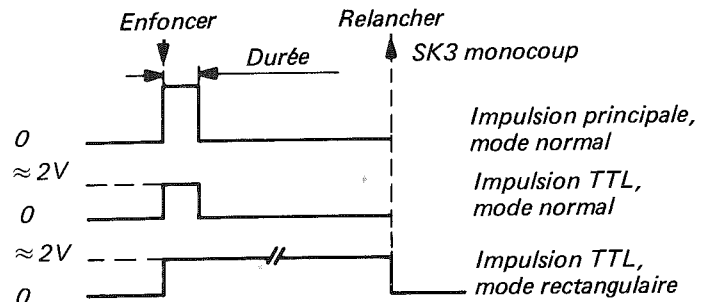

Fig. 6.4. Monocoup
- Une seule impulsion similaire à la fig. 6.4. est maintenant engendrée. Sa durée, son amplitude, etc ... sont réglées avec les organes de commande du panneau avant.
- Enfoncer le commutateur SINGLE SHOT et observer une impulsion simple aux niveaux TTL et DURATION réglée. Se référer à la fig. 6.4.
- Enfoncer le commutateur SINGLE SHOT et noter que l'impulsion simple à TTL OUT persiste aussi longtemps que le commutateur est actionné. Le réglage DURATION n'exerce aucune influence. Se référer à la fig. 6.4.